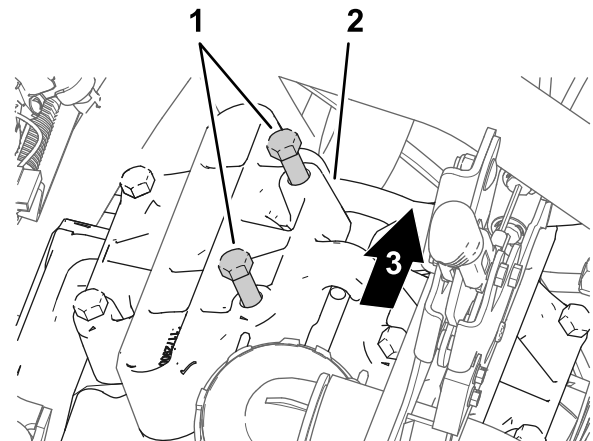

图176
- 如 图176 所示在泵头位于 11 点钟的位置松开 2 个螺栓使螺栓头与泵之间具有 710mm 的间隙。